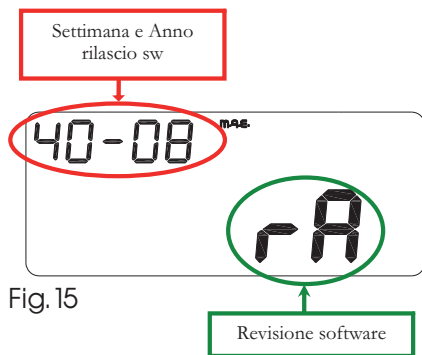

Fig. 15
- I^a página (cada vez que se conecta con la batería del vehículo): Versión y fecha de lanzamiento del software (durante aprox. 3 segundos) (fig. 15).
- I^a page (à chaque branchement avec la batterie du véhicule) : Version et date de délivrance du logiciel (pendant environ 3 secondes) (fig. 15).